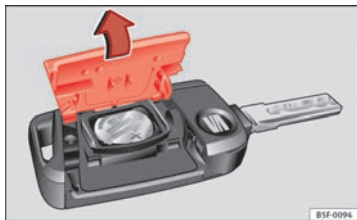

Abb. 46 Fahrzeugschlüssel: Deckel für Batteriefach öffnen.
- Abdeckung auf der Rückseite des Fahrzeugschlüssels ⇒ Abb. 46 in Pfeilrichtung abnehmen ⇒ ①.
- Abdeckung wie gezeigt ansetzen ⇒ Abb. 46 und entgegen der Pfeilrichtung auf das Fahrzeugschlüsselgehäuse drücken, bis sie einrastet.